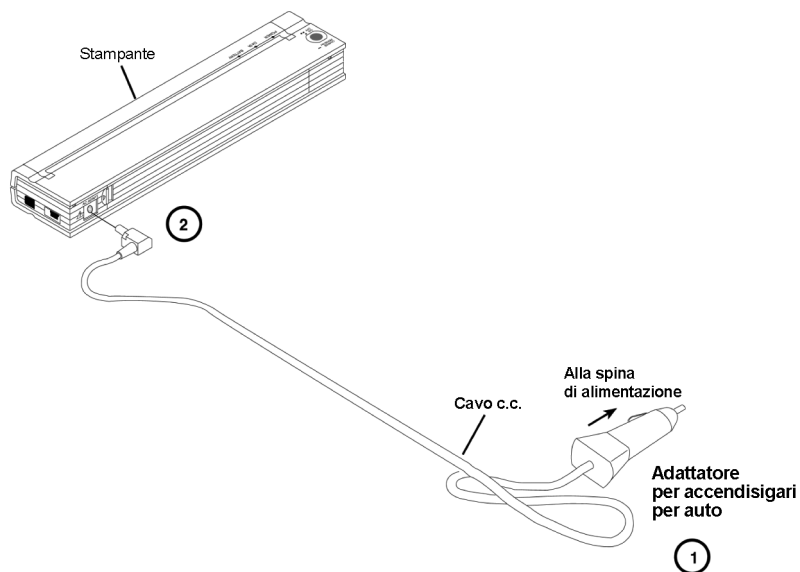

Figura 3. Collegamento della stampante all'alimentazione c.c.
1. Collegare un PA-AD-500CG/WR (tramite un accendisigari o un cavo diretto) all'alimentazione c.c. da 12V come indicato nella Figura 3 (questi articoli sono opzionali)